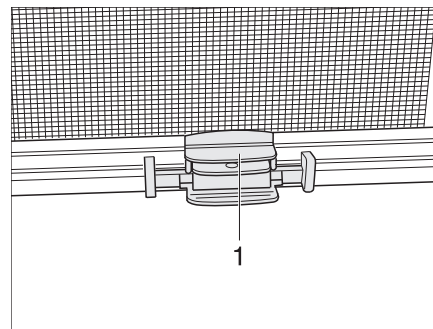

Bild 50 Rullgardin
- Ta tag i mitten på kantlisten (Bild 50,1) på insektsnätet och för den till mörkläggningsrullgardinens kantlist.
- Håll i kantlisten (Bild 50,1) på insektsnätet och aktivera låset.